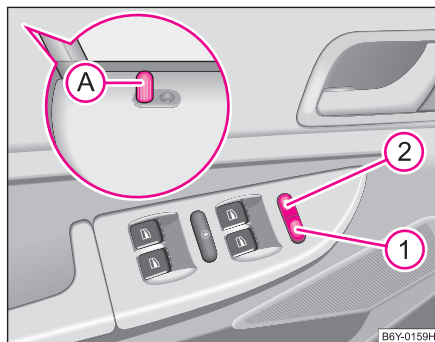

Fig. 23 Teclas para cierre centralizado
Al desbloquear o bloquear, el pulsador de cierre de seguridad (A) en la puerta se mueve hacia arriba o hacia abajo ⇒ página 46, fig. 23.
- con los pulsadores de cierre de seguridad en las puertas delanteras (A) ⇒ página 46, fig. 23 (sólo bloquear), ▶
Si el seguro Safe está puesto fuera de servicio, no parpadeará el testigo de control situado junto al pulsador de cierre de seguridad  en la puerta del conductor ⇒ **página 46, fig. 23**. Sin embargo, esto no es válido en caso de estar activado el sistema de alarma antirrobo*, pues el testigo de control indicará que el sistema está activado. ►
- Pulsar la tecla ① ⇒ fig. 23 u oprimir hacia abajo el pulsador de cierre de seguridad (A) en la puerta delantera.
- Pulsar la tecla ② ⇒ fig. 23.
- En la figura ⇒ página 46, fig. 23 está representado el manejo de vehículos equipados con manejo de confort de ventanillas* ⇒ página 52. ■